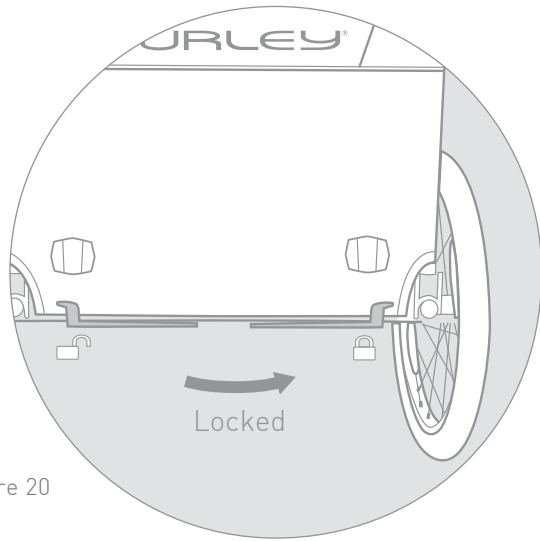

Figure 20
1. **Setting the parking brake:** Slide the lever to the right (Figure 20). To release the brake, slide the lever to the left.
1. **Die Feststellbremse betätigen:** Den Bremshebel nach rechts umlegen (Abb. 20). Zum Lösen der Bremse den Feststellhebel wieder nach links legen.
1. **Installation du frein de stationnement :** Faites glisser le levier sur la droite (Figure 20). Pour relâcher le frein, faites glisser le levier vers la gauche.